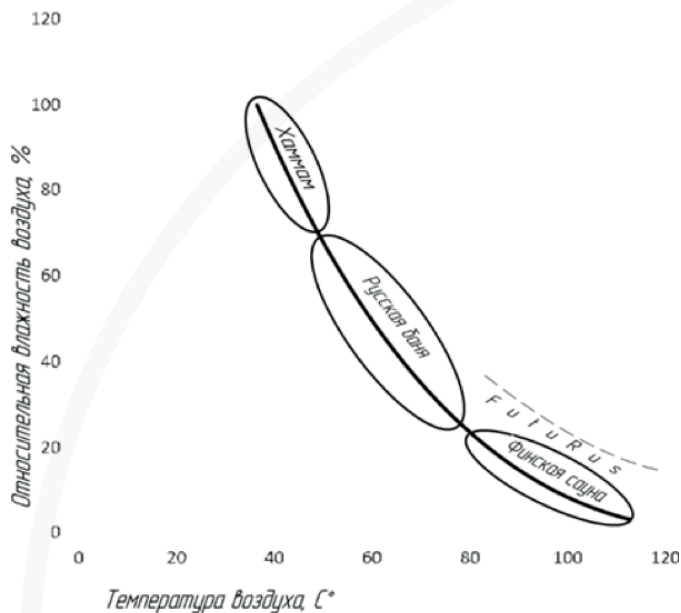

Рисунок 20. Хомотермальная кривая (соотношение температуры и влажности, которое описывает климатические условия в парной).
2.4.3.10. Производитель запрограммировал в соответствии с хомотермальной кривой (смотри рис.20). настройки предустановленных режимов, указанных в таблице 4.